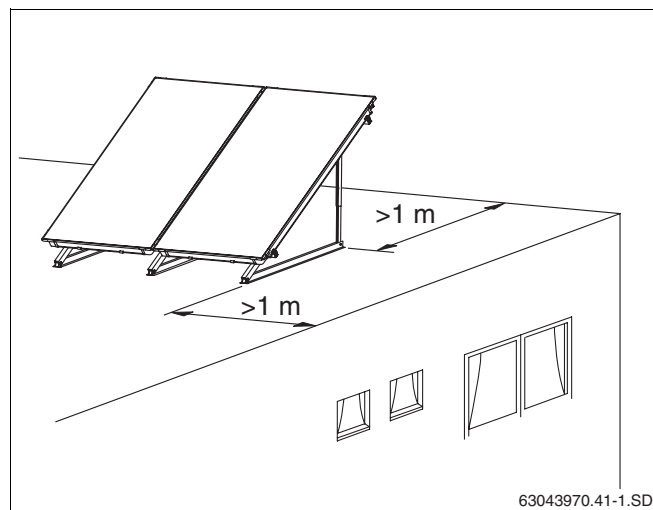

Fig. 15 Distância do bordo do telhado
- ▶ Antes da instalação, preveja uma distância de, pelo menos, um metro entre os suportes para telhado plano e o bordo do telhado plano (fig. 15).